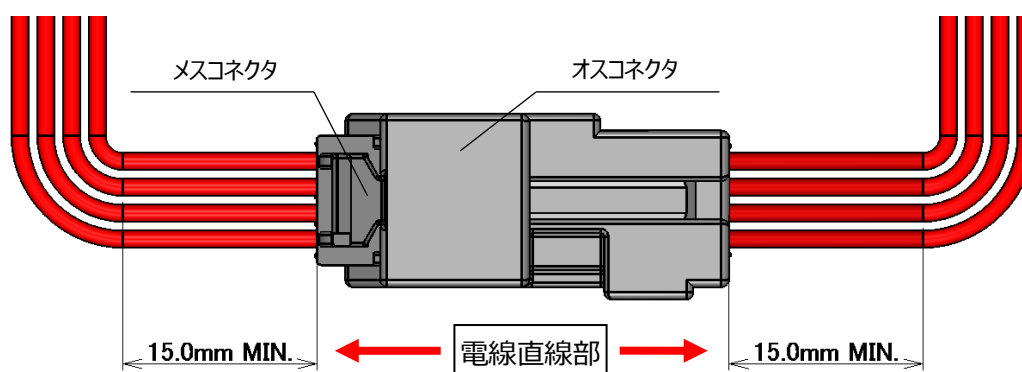

図 51 電線引き出し方法
- ①電線を横に引き出す場合は、ハウジングの中でメス端子が傾いたり、端子とハウジング側壁に過度な力が掛からない様に、図.51 に示すように直線部(最低 15mm)を設けて下さい。
- ②直線部を設け、任意の R で電線を曲げて横方向に引き出してください。